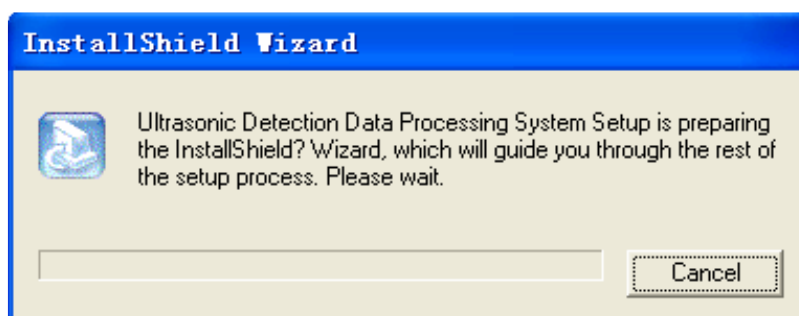

Figura 2.1 Interfaccia di installazione
1. Inserire il CD nel CD-ROM del computer, quindi individuare il file U5Setup.exe nella directory principale del CD ed eseguirlo. Apparirà l'interfaccia di installazione mostrata nella Figura 2.1.